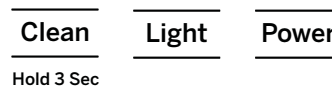

Figura 3
6. Enchufe Opal y mantenga presionado el botón "Limpiar" durante 3 segundos para iniciar el proceso de limpieza. Ver figura 3.